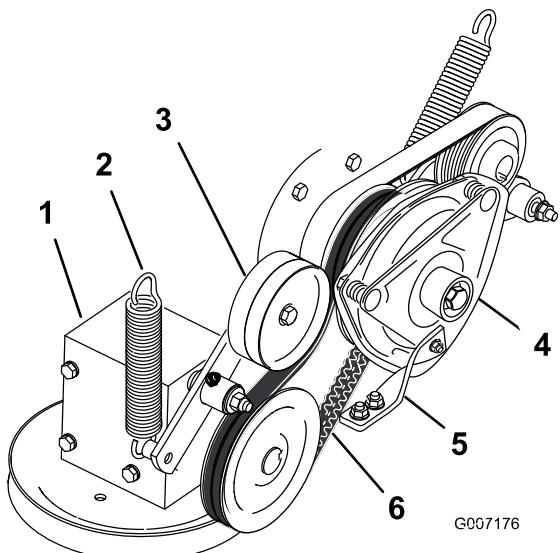

Bild 64
4. Entfernen Sie die Feder vom Spannarm (Bild 64).
7. Verlegen Sie den neuen Zapfwellen-Treibriemen um die Kupplungs- und Getriebespansscheibe (Bild 64).
9. Haken Sie die Feder wieder in den Spannarm ein (Bild 64).